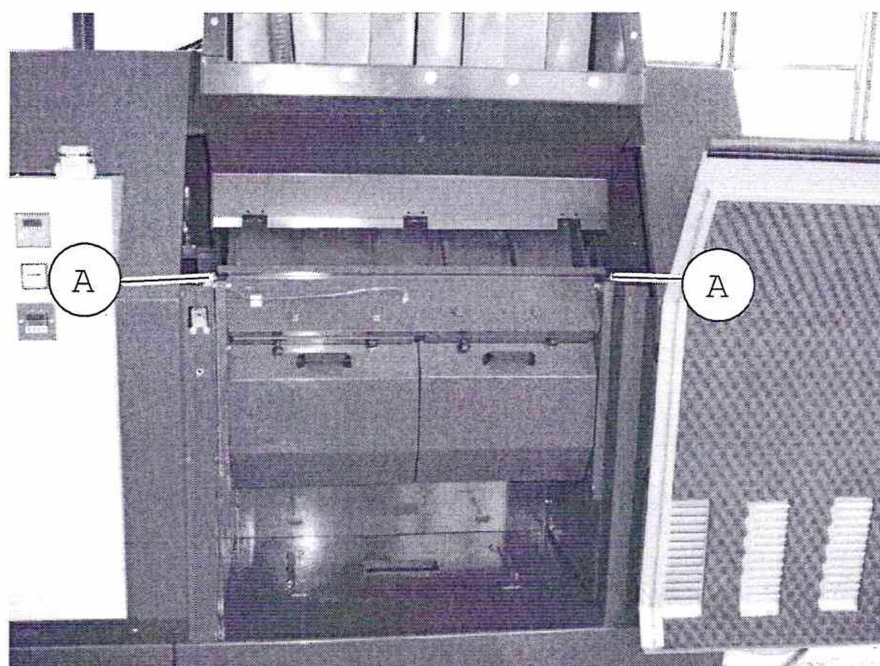

РИС.11
Открыть передний защитный картер и насосом для смазки смазать подшипники с помощью имеющихся масленок (A) (Рис. 11).